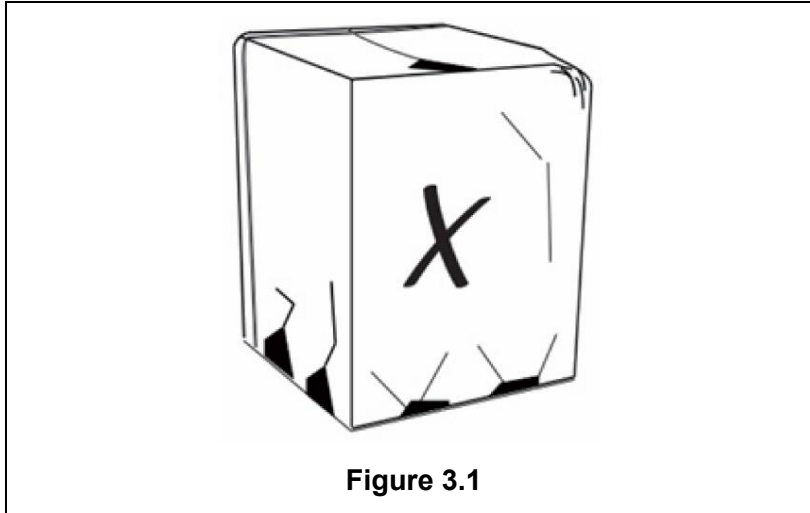

Figure 3.1
- Vérifier l'absence de dommages et signaler rapidement tout dommage constaté au fabricant (Figure 3.1).